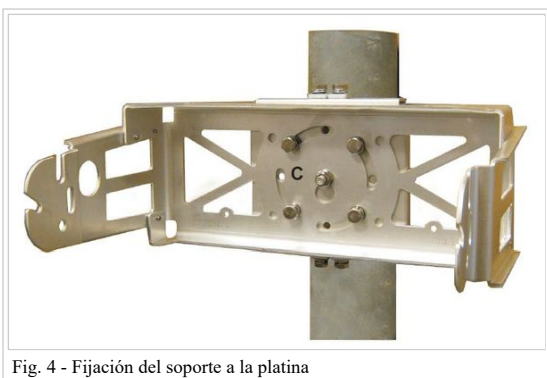

Fig. 4 - Fijación del soporte a la platina
- Colocar la tuerca flange en el tornillo ubicado en el centro de la platina dejando aprox 0.5 cm. de rosca libre entre platina y tuerca para facilitar el montaje del equipo (Fig. 4). Colocar el soporte C del equipo en la platina. Fijar el soporte a la platina mediante 4 bulones con arandela plana (en contacto con el soporte C) y arandela de presión (entre cabeza de bulón y arandela plana). Verificar que quede horizontal y ajustar los 4 bulones y la tuerca central.